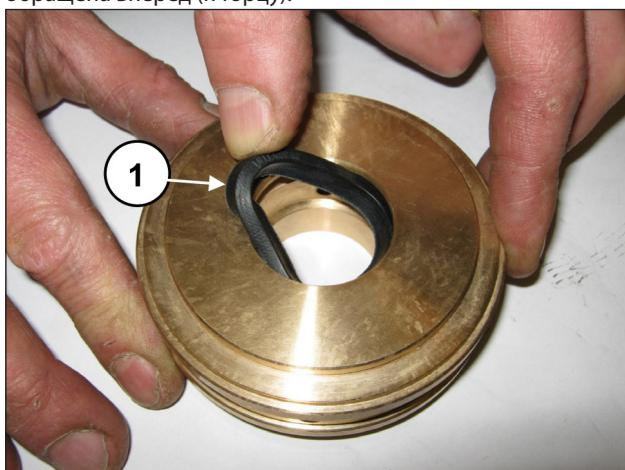

Рис. 177
Вставьте уплотнение низкого давления в опору уплотнения (поз. ①, Рис. 177) так, чтобы уплотнительная кромка была обращена вперед (к торцу).